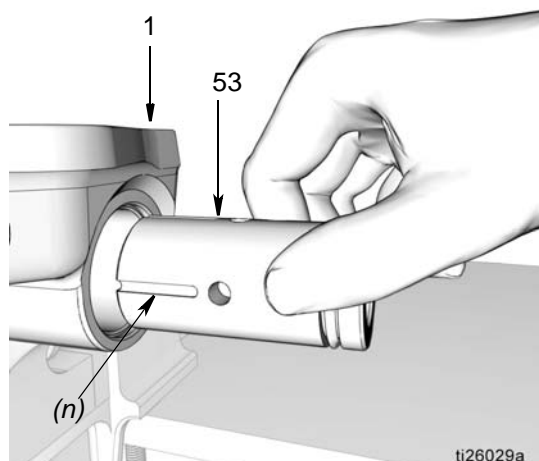

Рис. 42
- c. Установите элемент соединительной муфты насоса (53) в основание насоса (1). Для определения правильной ориентации при установке, смотрите Рис. 42.